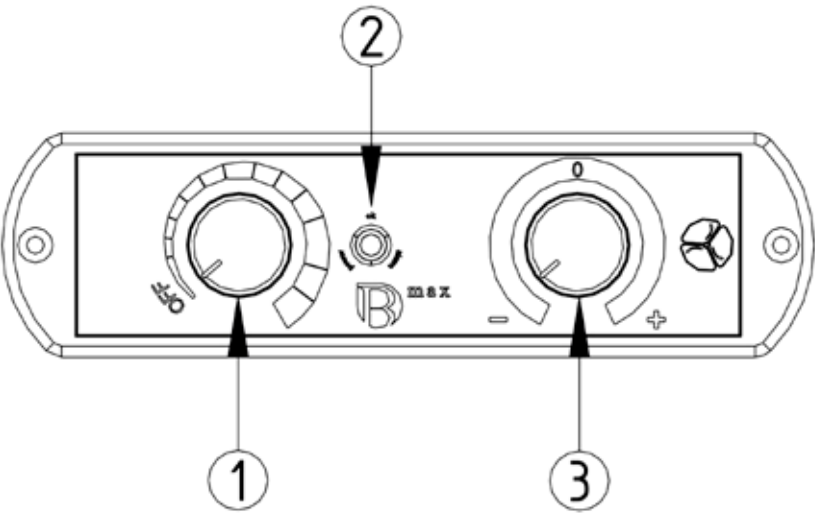

Fig. 11. Tablero de Comandos
4. Activar el quemador girando el potenciómetro en sentido horario nr. 1 (ver fig. 11).
Girar el potenciómetro de regulación en sentido horario, nr. 1 (ver fig. 11) para el encendido, el cual se encenderá después de 4 – 5 minutos.
Para encender el quemador, basta poner el potenciómetro fuera de la fase primera (OFF), nr. 1 (ver fig. 11) la tarjeta realiza el ciclo de encendido.
La fase de encendido y apagado, lo indica el led que será de color verde con una intermitencia muy rápida (5 intermitencias al segundo, nr. 2 (ver fig. 11) .
El potenciómetro regula la velocidad del extractor de humos, según la corrección del aire nr. 3, (ver fig. 11): Hacia la izquierda si disminuyera el aire, mientras que hacia la derecha si aumentara el aire.